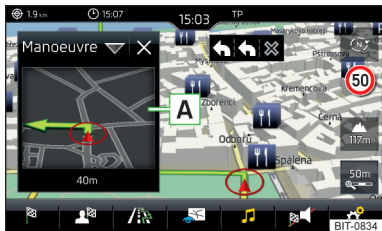

Fig. 210
L'Infodivertissement peut afficher dans la fenêtre supplémentaire **Position** » fig. 210 à la page 190 les informations suivantes sur la position géographique actuelle du véhicule ainsi que sur le signal satellite :
- Pour **sélectionner le contenu** de la fenêtre supplémentaire **A** » fig. 210 appuyez sur la touche ▼ puis sélectionnez l'un des menus suivants selon le contexte.